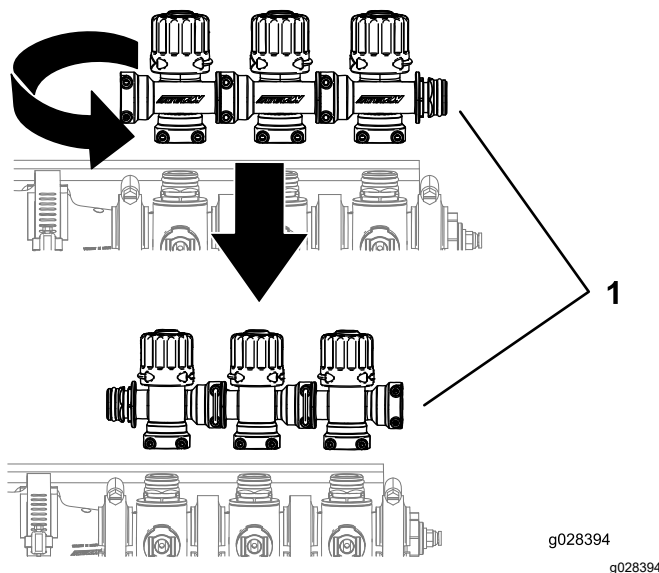

Figura 15
5. Rotii blocul de vane de bypass bra la 180 de grade, după cum se arată în Figura 15.